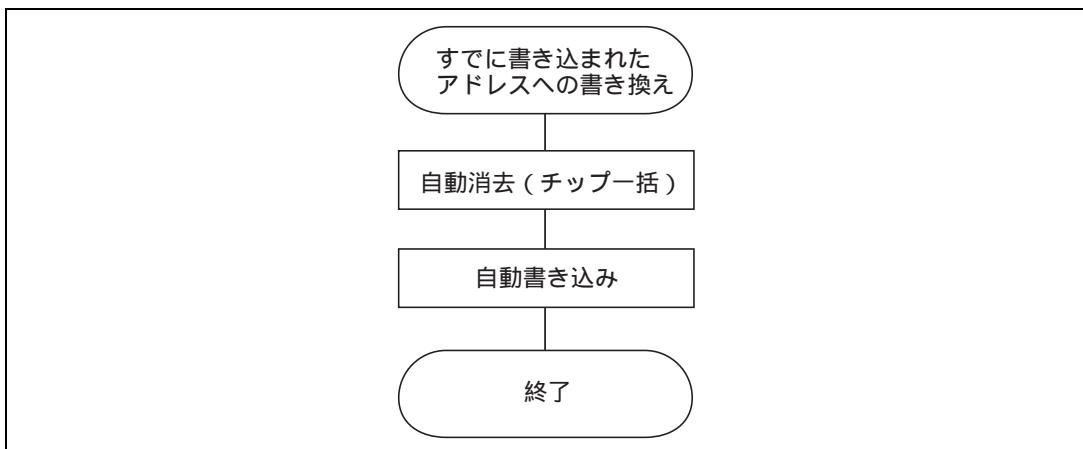

図 15.24 すでに書き込まれたアドレスへの書き換え
- (1) すでに書き込まれたアドレスへの書き換えは、自動消去を行った後に自動書き込みをしてください（図15.24参照）。
- (2) オンボード書き込み / 消去を行ったチップに対して、それをライターを用いて書き換えを行う場合は、自動消去を行った後に自動書き込みを行うことを推奨します。